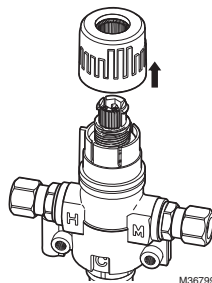

Fig. 3. Retirez le volant.
2. Tirez sur le capuchon pour l'enlever. Voir la Fig. 3.